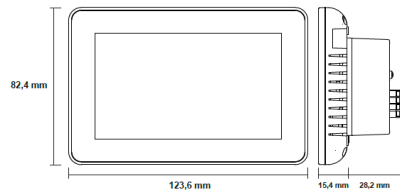

Abb. 18 Abmessungen des ADVANCE Sollwertgebers
- schrauben Sie die Hängevorrichtung durch die Löcher in der Hängevorrichtung an die Löcher im Schaltkasten gemäß der folgenden Abbildung (Abb. 18)